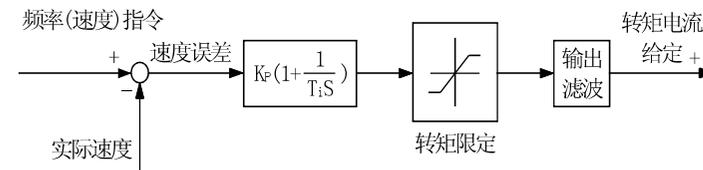

图5-10 速度调节器简化图
1. 速度调节器（ASR）的构成如图5-10所示。图中KP为比例增益P，TI为积分时间I。